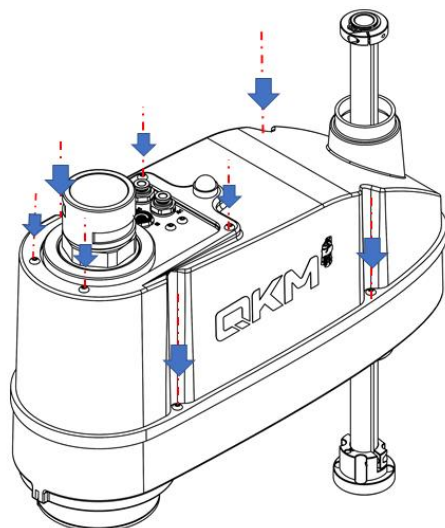

图 4-17 第二机械臂外壳安装示意图
**步骤2** 使用 2.5 号内六角扳手将机器人外壳上的紧固螺钉进行锁紧（扭矩 0.5N·m），如图 4-17 所示。